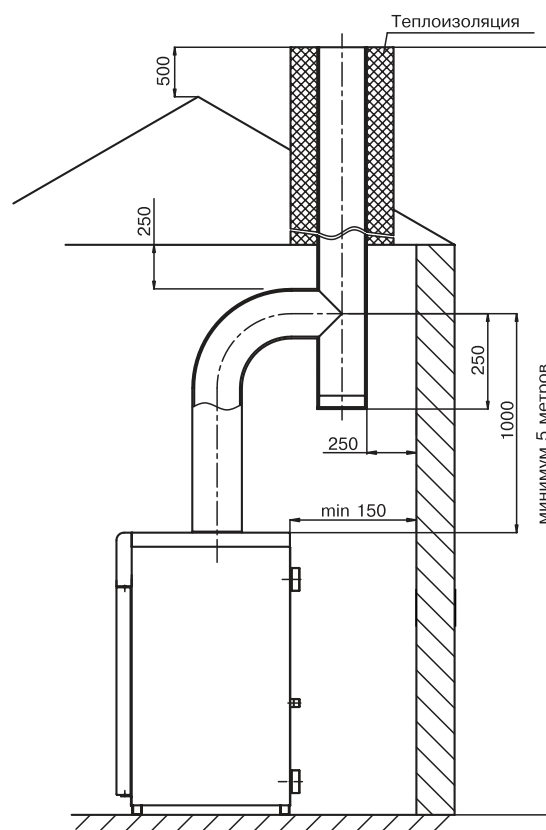

Рис.5 Схемы монтажа дымохода
4.6 Устройство дымохода, к которому подключается котел, должно соответствовать СП42101-2003 «Общие положения по проектированию и строительству газораспределительных систем» (см. рис. 5).